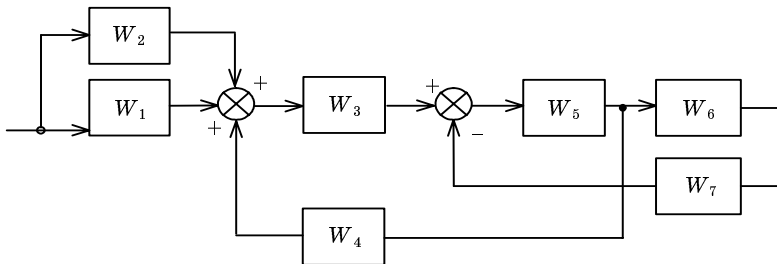
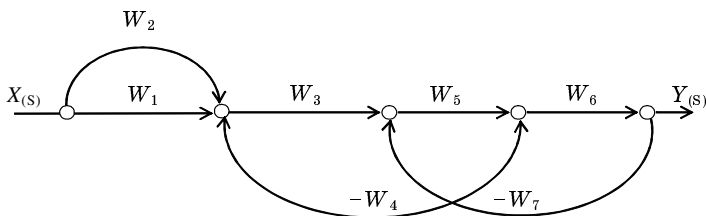

Рис. 1. Исходная структура САУ
Рис. 6. Описание системы управления сигнальным графом
**Пример.** Пусть необходимо получить эквивалентное представление для структуры, приведенной на рис. 1.
Рассмотрим пример получения ПФ многоконтурной системы с использованием формулы Мейсона для структуры рис. 1, которой соответствует граф, показанный на рис. 6.